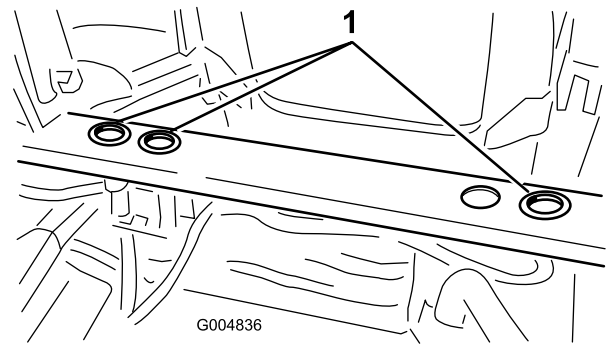

図 7
11. 後フレーム用マウントにある3つの穴に 図 7 のようにゴム製のハトメを取り付ける。